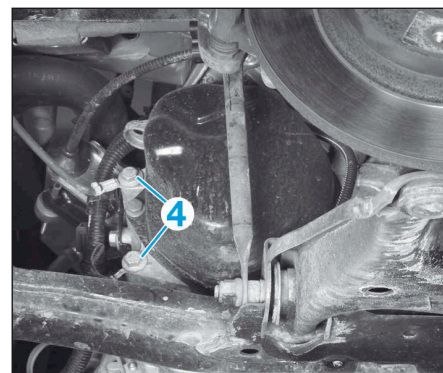

FIG.4
- Déposer les vis de fixation (4) des tresses de masse sur la boîte de vitesses (Fig.4).